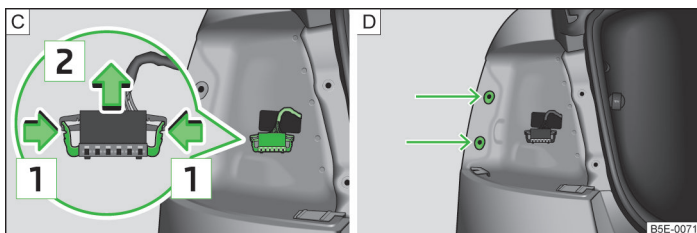

Fig. 182 Conector de luces/montar la lámpara
- Presionar al mismo tiempo ambos enclavamientos en el conector en el sentido de la flecha [1] » fig. 182 - [C].
- Introducir la luz posterior perpendicular a los alojamientos en la carrocería » fig. 182 - [D].